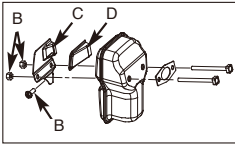

Fig. 17B
- Fjern de 2 skruene som holder dekslet (C). (Fig. 17B)
- Kast den brukte gnistfangeren (D) og skift den ut med en ny.